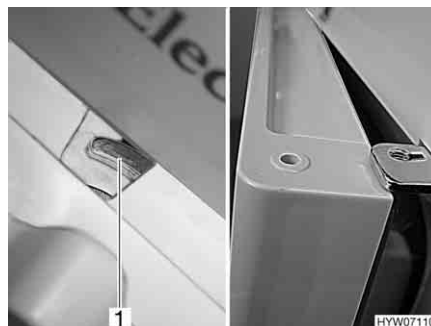

Fig. 188 Porta del frigorifero in posizione di ricircolo dell'aria (serie Dometic 7)
- Spostare il dispositivo di bloccaggio completamente verso destra. La porta del frigorifero è bloccata con l'ausilio dell'arresto della porta (Fig. 188,1). In questo modo la porta del frigorifero rimane ferma in posizione socchiusa (Fig. 188).